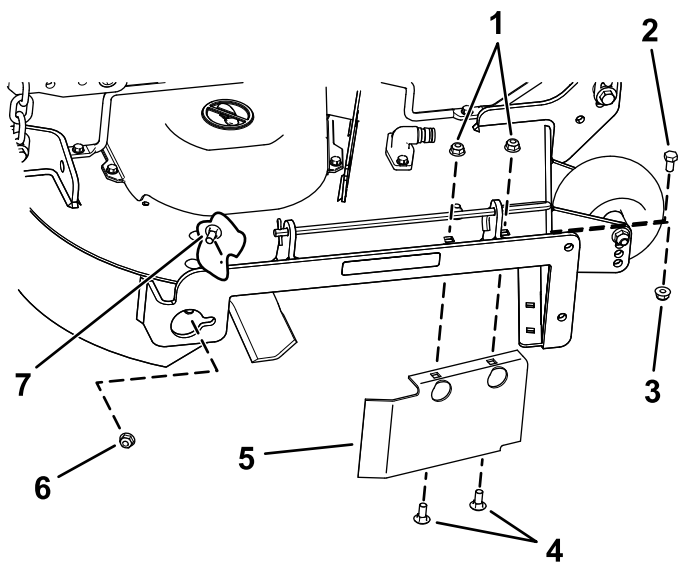

Figura 17
8. Remova o parafuso de carroçaria (5/16 pol. x 3/4 pol.) e porca de bloqueio (5/16 pol.) na parede lateral da plataforma do cortador que prende o abafador à plataforma (Figura 17).
13. Instale as fixações previamente removidas nos furos frontais na placa de descarga e furo frontal na plataforma (Figura 17).
9. Localize o resguardo do abafador na extremidade frontal da abertura de descarga lateral (Figura 17).
10. Remova as fixações que prendem o resguardo do abafador e abafador direito à plataforma do cortador (Figura 17).